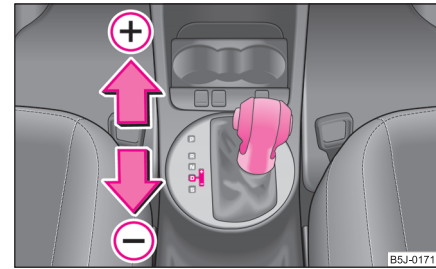

Fig. 108 Selector: selectarea manuală a vitezelor
- Apăsați scurt selectorul (în poziție tiptronic) spre față pe ⇒ fig. 108